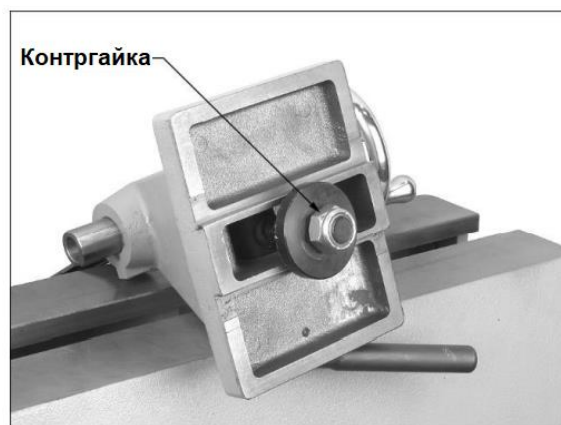

Рисунок 8-3: регулировка зажимного эксцентрика
Если передняя, задняя бабка или основание подручника не фиксируются должным образом на станине, когда запорная рукоятка затянута, тогда может понадобиться ее/его регулировка. В качестве примера на Рис. 8-3 приведена задняя бабка.
2. Поверните заднюю бабку на бок и с помощью гаечного ключа затяните контргайку. См. Рис. 8-3.